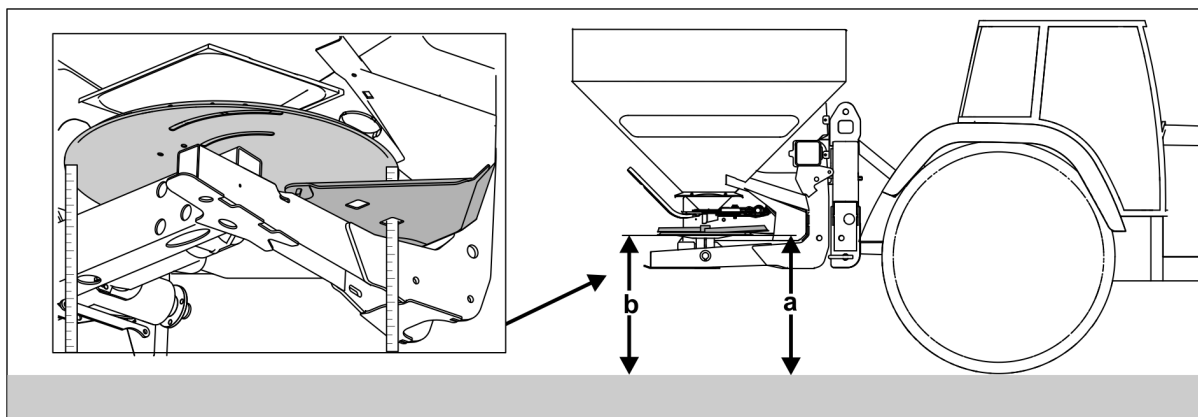

Рис. 55
4. Зафиксируйте против самоотвинчивания палец верхней тяги (Рис. 55) с помощью подпружиненной самодействующей предохранительной защелки.